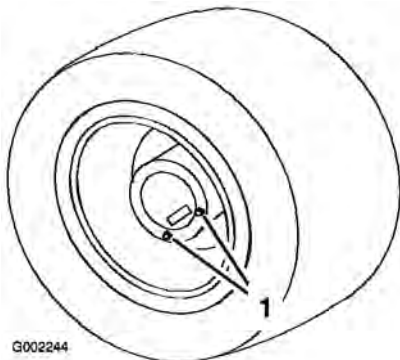

図 47
1. 平らな場所で、点検/ドレン・プラグが一番下の位置（ドレン位置）にくるようにして駐車する図 47。
3. ドレン・プラグの下に容器を置き、プラグを外す（図 47）。